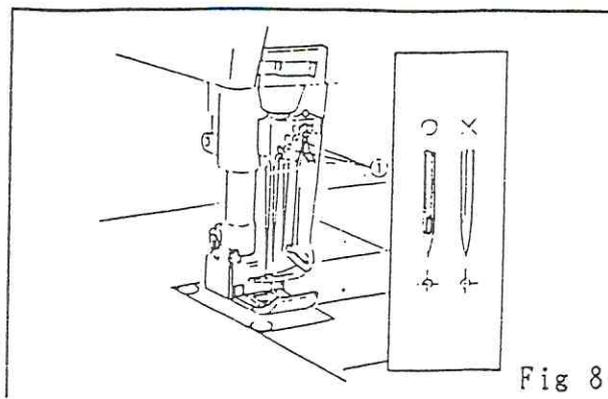

Fig 8
2. Afloje el tornillo (1) y quite las agujas gastadas. Coloque las agujas nuevas introduciéndolas hasta el fondo de los orificios del soporte de agujas. Procure que la ranura de las agujas quede hacia usted. (Fig. 8)
3. Apriete el tornillo (1).